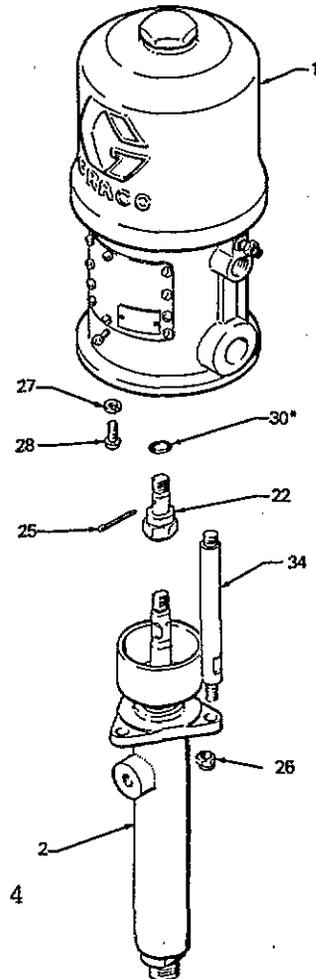

Abb. 4
Die 3 Müttern (26) abschrauben, Splint (25) entfernen und Pumpe von Motor abziehen, siehe Abb. 4.